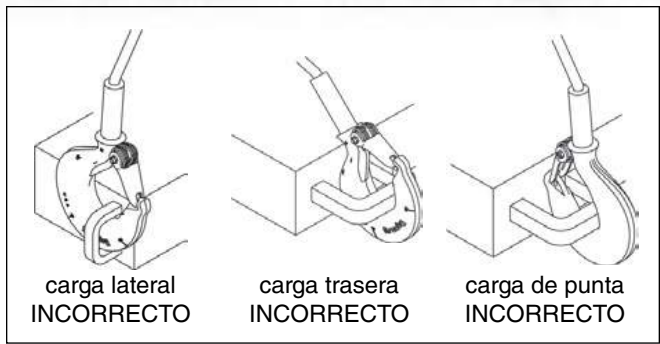

Figura 2
- Ver norma OSHA Rule 1926.1431(g)(1)(i)(A) y 1926.1501(g)(4)(iv)(B) para el izaje de personal con grúas. Sólo puede usarse para izaje de personal un gancho Crosby o McKissick con seguro PL trabado con perno, tuerca y pasador (o con un pasador de seguro Crosby) o con un gancho Crosby con un seguro S-4320 trabado y asegurado con chaveta, o un gancho Crosby SHUR-LOC® en posición trabada. Un gancho con un seguro Crosby SS-4055 NO debe usarse para izar personal.
- Nunca cargue de lado, hacia atrás, ó con la punta. (Ver figura 2.)